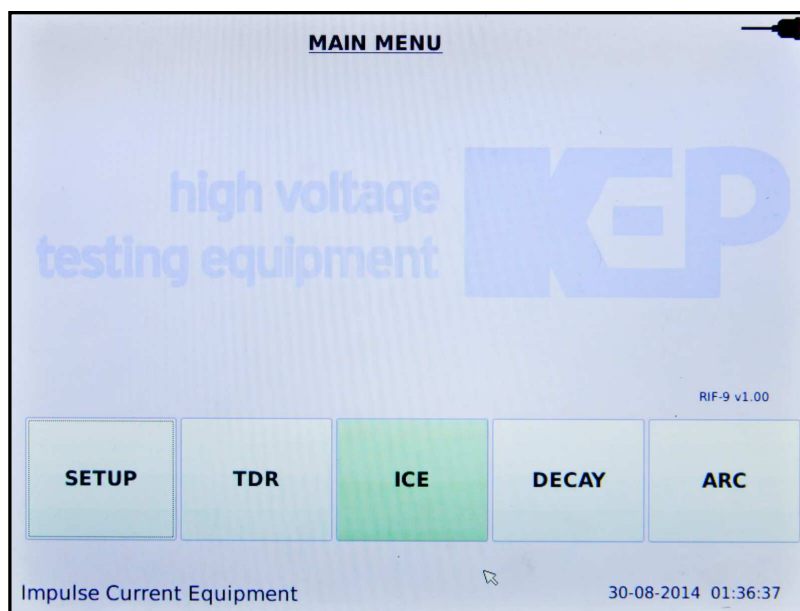

Рисунок 27 – Окно режима «**ICE**»
2.3.1.1 Для входа в режим «**ICE**» нажмите кнопку «**ICE**» в «**Main Menu**» (см. рисунок 27).